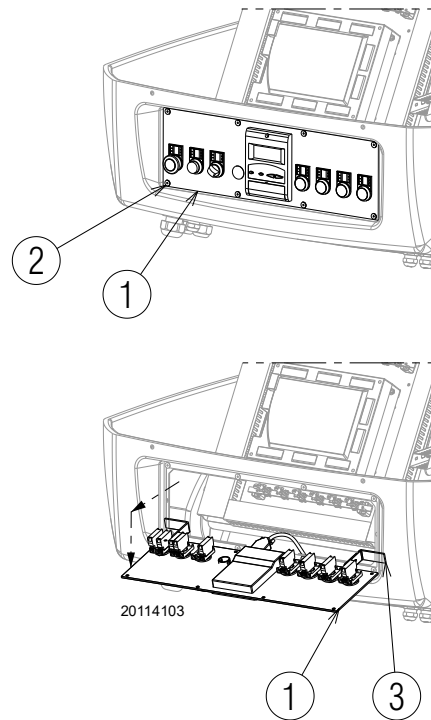

Abb. 41
- ziehen Sie die Bedientafel 1) heraus und drehen Sie sie um 90°, hängen Sie sie dazu mit den entsprechenden Bügeln 3) im Profil der Schalttafel ein, wie aus Abb. 41 ersichtlich;